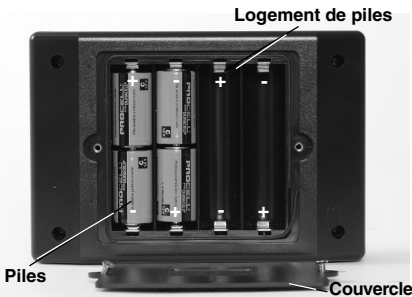

Figure 6 – Remplacement des piles du transmetteur
1. Avec l'appareil éteint, retirez le couvercle du logement de piles. Au besoin, retirez les piles (Figure 6).